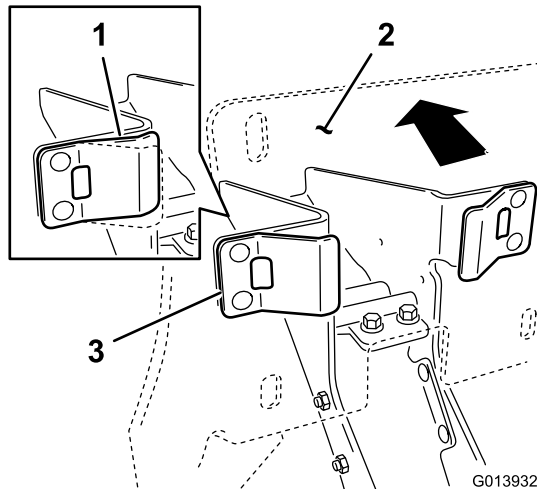

Figure 11
4. Vérifiez que les butées en plastique sont en contact avec les pattes élastiques, et exercez une pression suffisante contre la plaque d'appui pour comprimer à moitié les pattes élastiques (Figure 11).